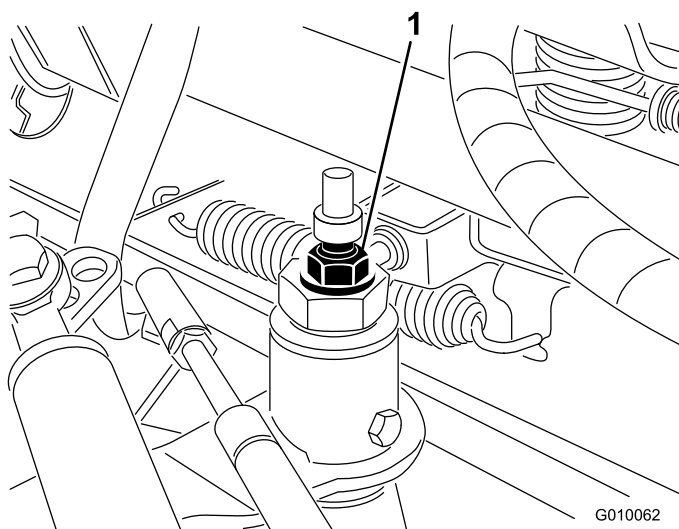

Bild 54
3. Lockern Sie die Sicherungsmutter an der Fahrtriebs-Einstellnocke (Bild 54).